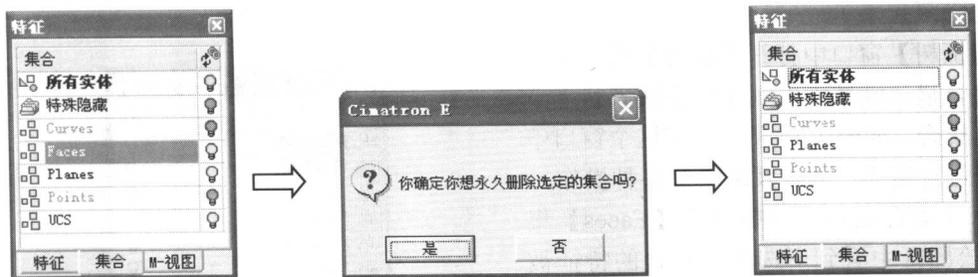

图 1-16 删除集合
- **【删除】**：使用该选项可以删除被选中的集合，但是该集合中包含的几何图元不会被删除。例如，在集合显示区域中选中【Faces】集合，接着在其右键菜单中选择【删除】选项，系统将弹出提示对话框，在该对话框中单击 **是** 按钮将删除选中的集合。执行该操作后，在绘图区中可以看到三维实体特征并没有发生变化，只是在集合显示区域中看到【Faces】集合已经被删除了，如图 1-16 所示。